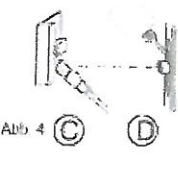

Abb. 4
Um die Leichtgängigkeit der Winkhaus AutoPilot Beschläge zu erhalten, müssen die Schließbloche (C) einmal jährlich an den Eintaufseiten mit technischer Vaseline oder einem anderen geeigneten Fett geschmiert werden (s. Abb. 4, 5 und 6).